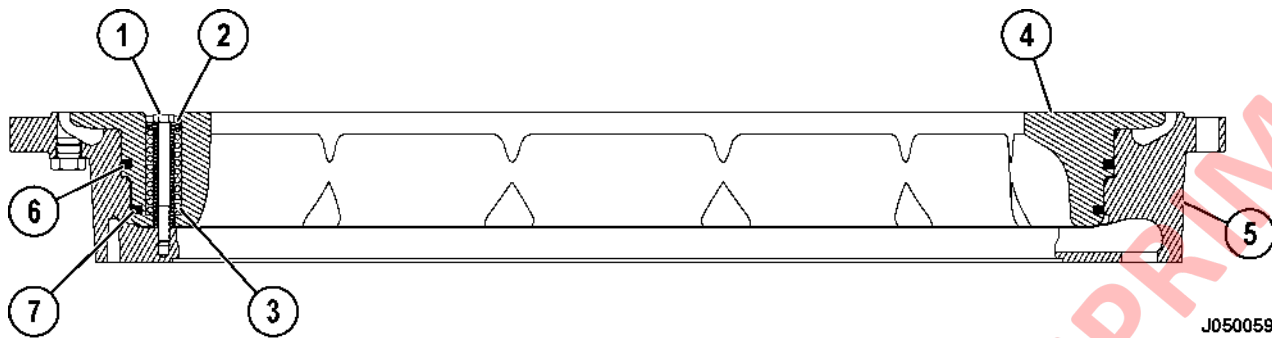

FIGURA 5-7. DESMONTAJE DE PISTÓN
14. Inserte un perno de empuje de 7/8 UNC x 2 in. en cada uno de los tres orificios roscados en la caja del pistón. Apriete los pernos de manera uniforme para sacar la caja del engranaje de corona (5). Saque y elimine el O-Ring (4).
15. Coloque el conjunto del pistón con los resortes de retracción del pistón (3) en la parte superior como se muestra en la Figura 5-7.
16. Saque los pernos (1, Figura 5-7), las guías del resorte (2) y los resortes de retracción del pistón (3).
5. Inspeccione los resortes que retraen el pistón (3, Figura 5-7). Revise la altura libre y pruebe su altura bajo carga. Cambie los resortes si no se encuentran dentro de un 10% de lo especificado.
1. Revise la cavidad de la caja del pistón (5, Figura 5-7) por si hubiera rayas, marcas o partículas de suciedad. Coloque la caja en posición de trabajo con la cavidad hacia arriba.
2. Lubrique la parte de IO-Ring de la sección cuadrada de los conjuntos de sello del pistón (6) y (7) con aceite hidráulico tipo C-4 y monte en las ranuras del pistón (4). Asegúrese que el O-Ring no esté torcido.
7. Ensamble los 12 pernos (1), guías de resorte (2) y resortes de retracción del pistón (3). Aplique Loctite® a las roscas de los pernos y monte las partes ensambladas a través del pistón en los orificios roscados en la caja. Apriete los pernos a **122 N.m (90 ft. lbs.)**.